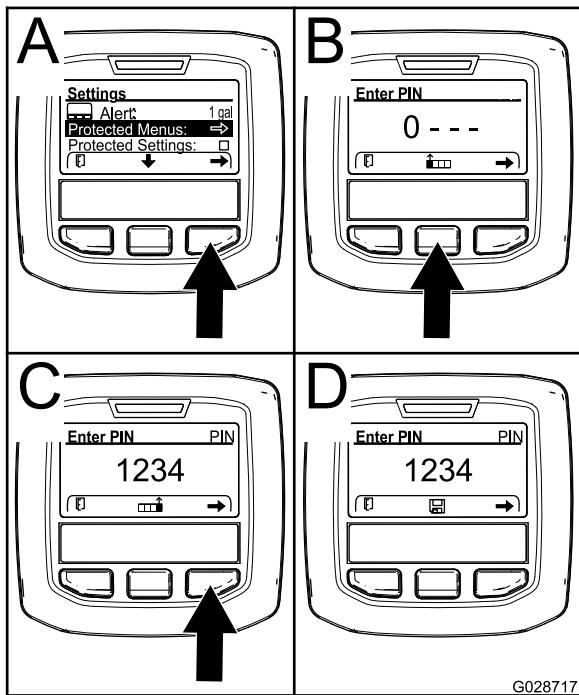

Figure 25
4. Appuyez sur le bouton de sélection droit pour sélectionner les menus protégés (A de Figure 25).
- Appuyez sur le bouton de sélection central (B de Figure 25) pour augmenter la valeur numérique (0 à 9).
- Appuyez sur le bouton de sélection droit (C de Figure 25) pour amener le curseur à la valeur numérique suivante à droite.
- Remarque:** L'icône de sauvegarde s'affiche alors au-dessus du bouton de sélection central (D de Figure 25).